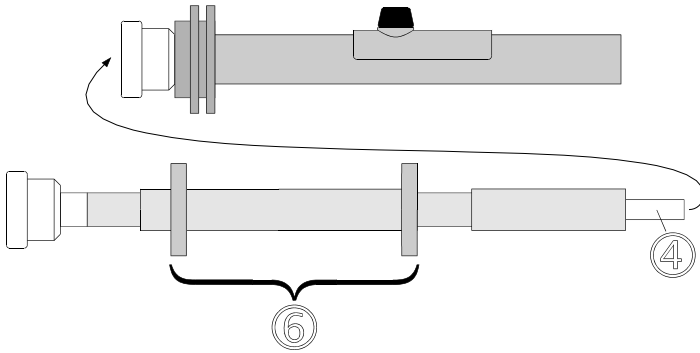

Abb. 4.3.a
Verlängerungsstangen werden **untereinander** ohne Aufnahmerohr durch Ineinerschrauben verbunden (② und ③ in Abb. 4.3.b). Lediglich die mit dem Handgriff ① verbundene Verlängerungsstange ② muss mit einem Aufnahmerohr ④ ausgestattet sein. Die Aufnahmerohre sind in die Verlängerungsstangen nur eingeschraubt und können leicht ausgewechselt werden.